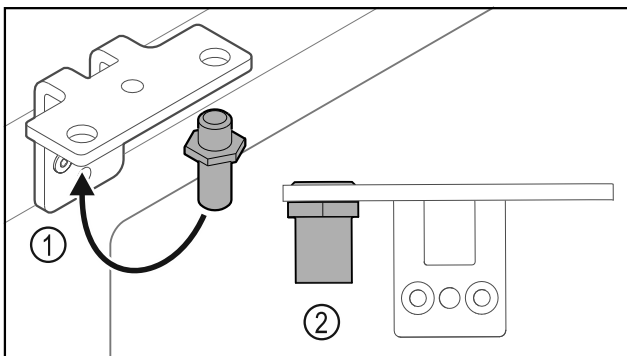

Fig. 38
- Flytta bulten Fig. 38 (1) i gångjärnsfästet.
- Dra åt bulten Fig. 38 (2) med ett **vridmoment på 12 Nm**.